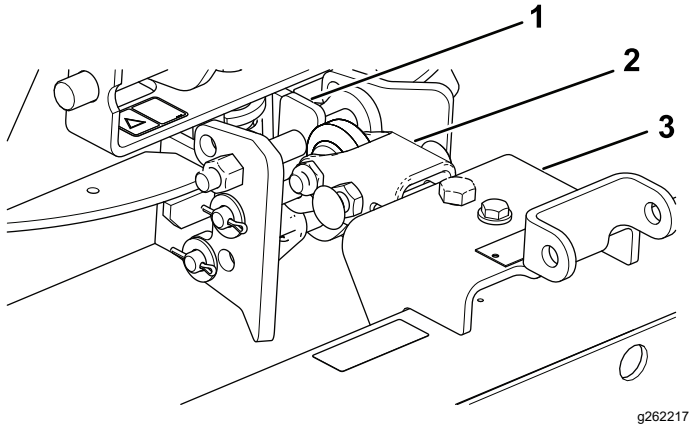

Figura 10
1. Montai ansamblul dispozitivului de cuplare astfel încât partea plată să fie la partea superioară (Figura 10).
2. Montai bara de traciune la partea inferioară a ansamblului suport (Figura 10).